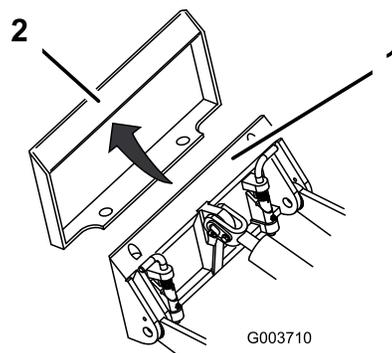

Рисунок 14
- Введите монтажную поверхность в верхний выступ установочной пластины навесного приспособления (Рисунок 14).